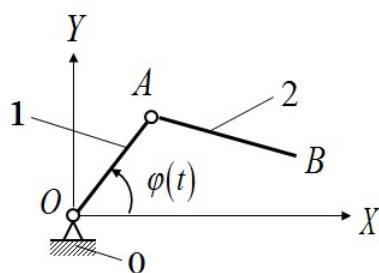

Рис. 2
2. Створіть в програмі Matlab/Simulink модель руху простого механізму, кінематична схема якого показана на рис. 2. Час спостереження за рухом механізму $T_n=5$ с.